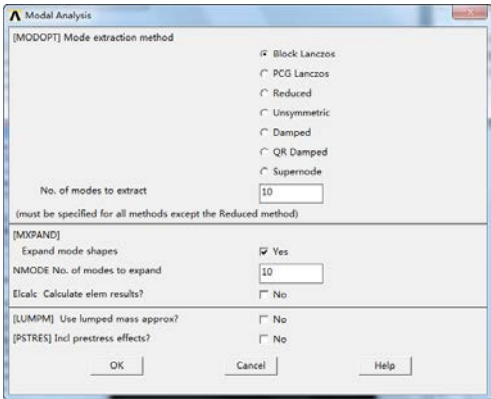

图 10-1 模态分析选项
(1) New Analysis [ANTYPE]: 选择新的分析类型。
(2) Analysis Type: Modal [ANTYPE]: 用此选项指定分析类型为模态分析。
(3) Mode Extraction Method [MODOPT]: 可以选择不同的模态提取方法，其对应菜单如图 10-1 所示。
(4) Number of Modes to Extract [MODOPT]: 指定模态提取的阶数。